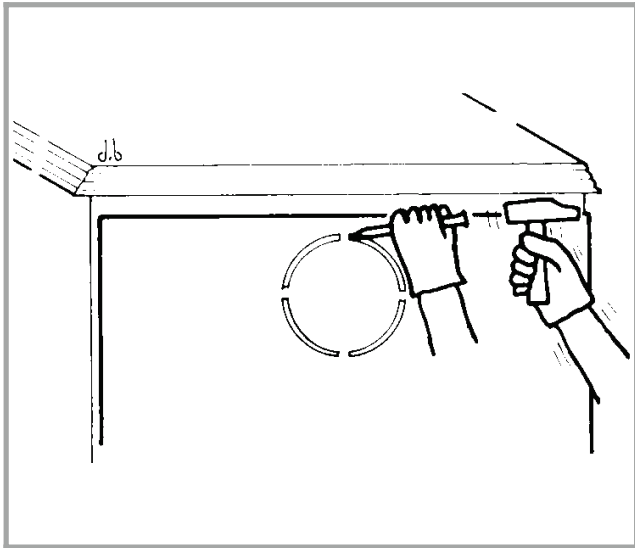

Figure 6 - Découpe de l'écran pare chaleur
- Replacer l'écran pare-chaleur arrière après avoir découpé l'emplacement du départ fumée (fig. 6).